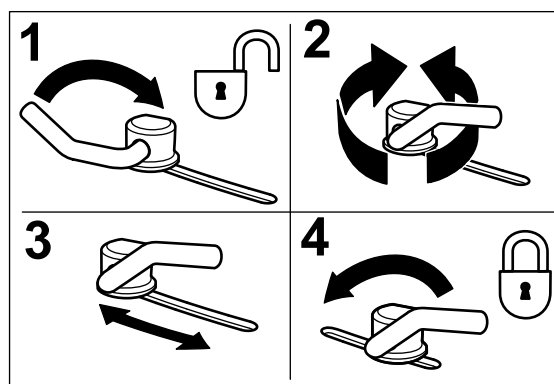

Bild 31
3. Wenn Sie die Haltenocken einstellen möchten, schieben Sie den Hebel nach oben und lösen Sie die Haltenocke (Bild 31).
5. Schieben Sie den Hebel zurück, um das Ablenkblech und die Haltenocken festzuziehen (Bild 31).